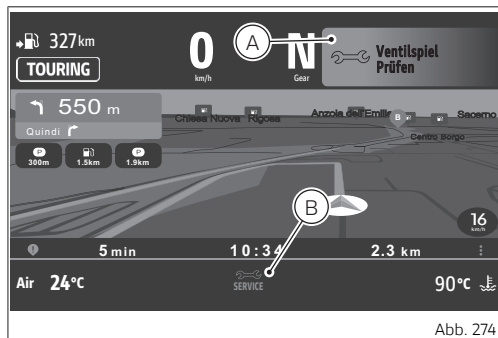

Abb. 274
S.286) und auf der Seite Ducati Connect (Abb. 274 S.286) angegeben.